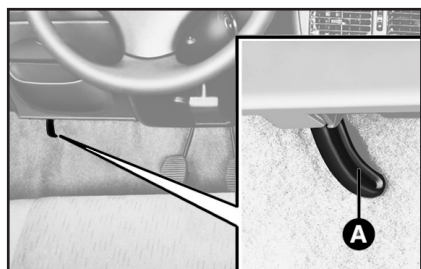

рис. 82
1) Потяните за рычажок **A** (рис. 82).